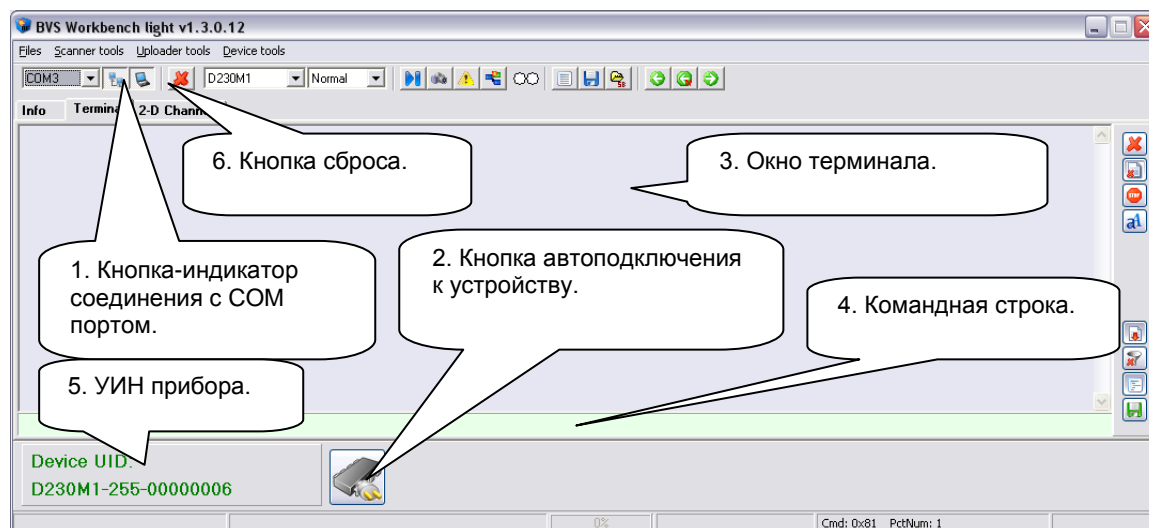

Рисунок 9.22
3. Запустить программу **"bvsWorkbench Light"**, нажать кнопку автоподключения к устройству (2) (см.рис.9.22). При правильной работе, кнопка-индикатор соединения с COM-портом (1) перейдет в нажатое состояние. Если прошивка устройства не повреждена, или хотя бы не поврежден начальный загрузчик основной прошивки, в окно идентификатора прибора будет выведен УИН (уникальный идентификационный номер) прибора.